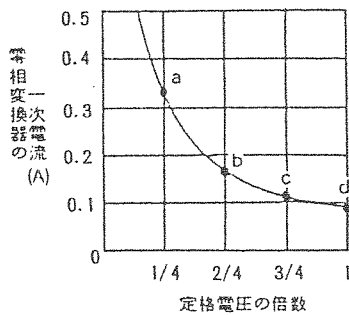

図1. 電圧電流特性図
(図1のa点) (継電器が動作した時、継電器の接点が閉じて、RDF-2Vのブザーが鳴ります。)
(7) 同様に定格電圧の1/2, 3/4, 定格電圧についても、最小動作電流値を測定し、プロットします。(図1のb, c, d点)
(8) 試験終了したら、動作確認スイッチをOFFにし、電源スイッチをOFFにします。